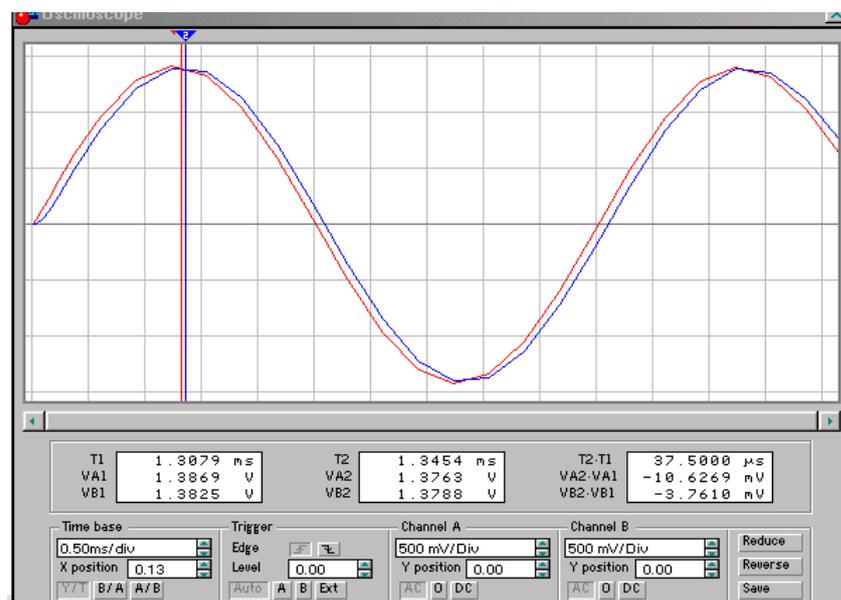

Рис.9
2.7. Включить на передней панели режим «**Expand**» - изменение размера передней панели осциллографа. Откроется панель, показанная на рис.9.
2.8. Подвести красную и синию визирные линии в точки максимальных значений соответственно входного и выходного сигналов (см. рис.9 и 14). В правом нижнем окне прочесть разность $(T_2 - T_1)$, равную смещению сигналов по оси времени. Результаты измерений занести в таблицу 4.
2.10. Прodelать подобные измерения для всех значений частот, записанных в табл. 3. При изменении частоты сигнала нужно менять скорость развертки и чувствительность каналов так, чтобы в пределах экрана укладывался примерно один период сигнала, как показано на рис.9. Это увеличивает точность измерения.